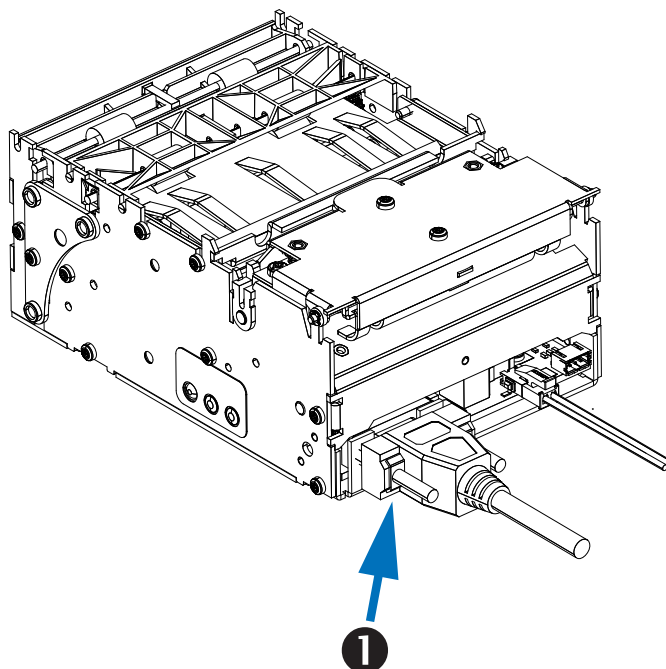

Figura 4-4 • Collegamento seriale
Vedere la Figura 4-4. Il cavo deve essere dotato di un connettore maschio a nove pin di tipo "D" (DB-9P) a un'estremità, da inserire nella porta seriale corrispondente (DB-9S) situata nella parte posteriore della stampante ❶. L'altra estremità del cavo di interfaccia del segnale si collega a una porta seriale del computer host. A seconda dei requisiti specifici dell'interfaccia, probabilmente si utilizzerà un cavo Null Modem (incrociato).